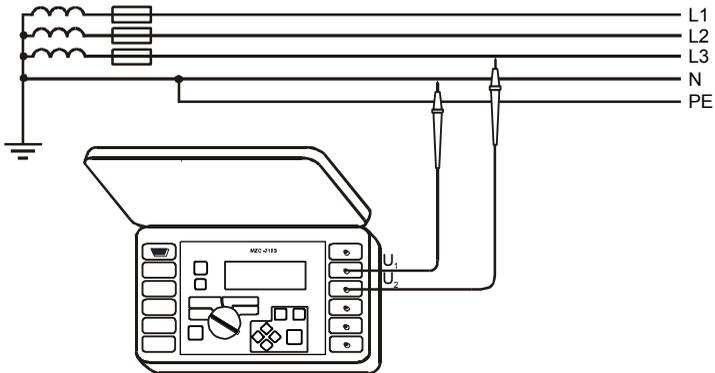

Abb. 9. Wechselspannungsmessung
- Messleitungen zu den Anschlüssen: **4** U_1 und **5** U_2 (Abb.9) anschließen